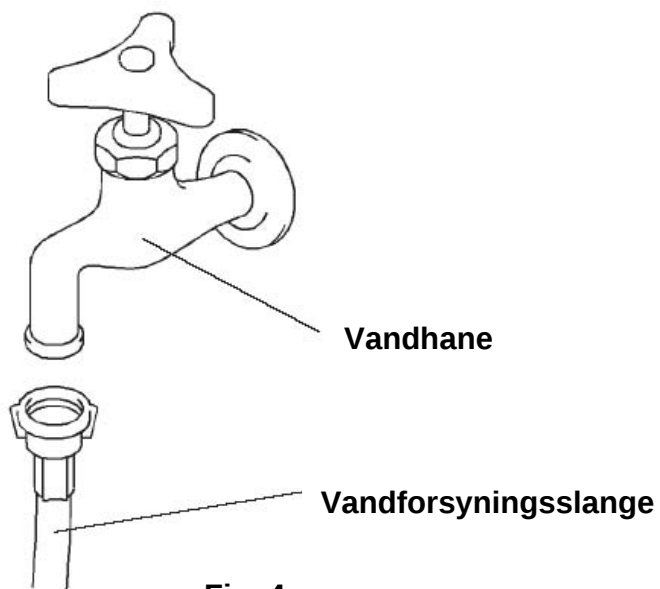

Fig. 4
2) Monter den anden ende af vandtilførselsslangen til vandhanen, fig. 4 idet det sikres, at gummipakningen er placeret korrekt før den strammes. Det er en god idé at have en afspærringsventil inden for rækkevidde.